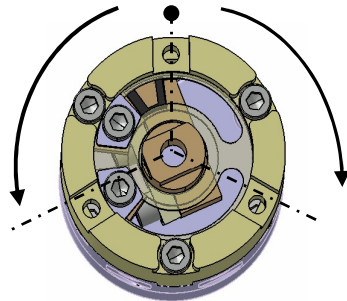

図 B1. 270° 仕様の最大角度調整例
- ② 図 A1 のストップブロック(C)をA方向、ストップブロック(D)をB方向へ移動することにより、ベースロータリが 270° 仕様の場合は揺動角度を最大 0° ~240° (GRB2BWU10 は 0° ~230°)まで無段階調整することができます。(図 B1 参照)